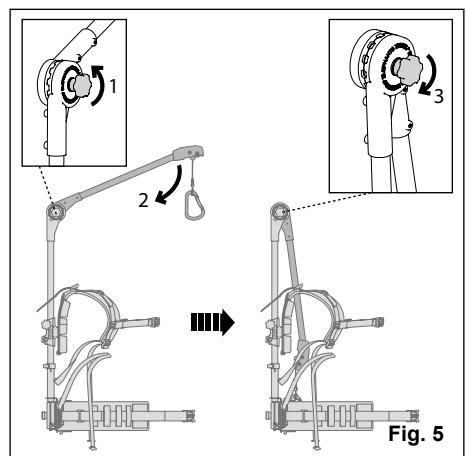

Fig. 5
- Rangez l'ET en position de rangement (Fig. 5) dans un endroit sec hors de portée des enfants.